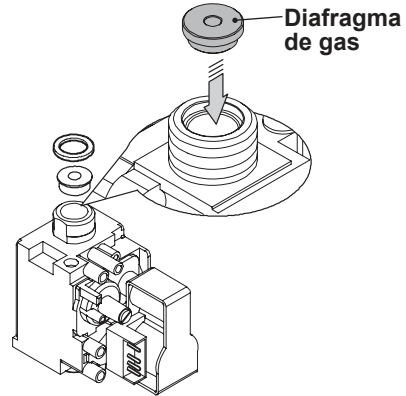

Figura 8.2
- Realice el cambio del tipo de gas sustituyendo correctamente el diafragma de gas (Figura 8.2), consultando la sección "Datos técnicos", pág. 24 (modelo **M260.1616 SV/M**), pág. 28 (modelo **M260.2025 SV/M**) y pág. 32 (modelo **M260.3035 SV/M**).